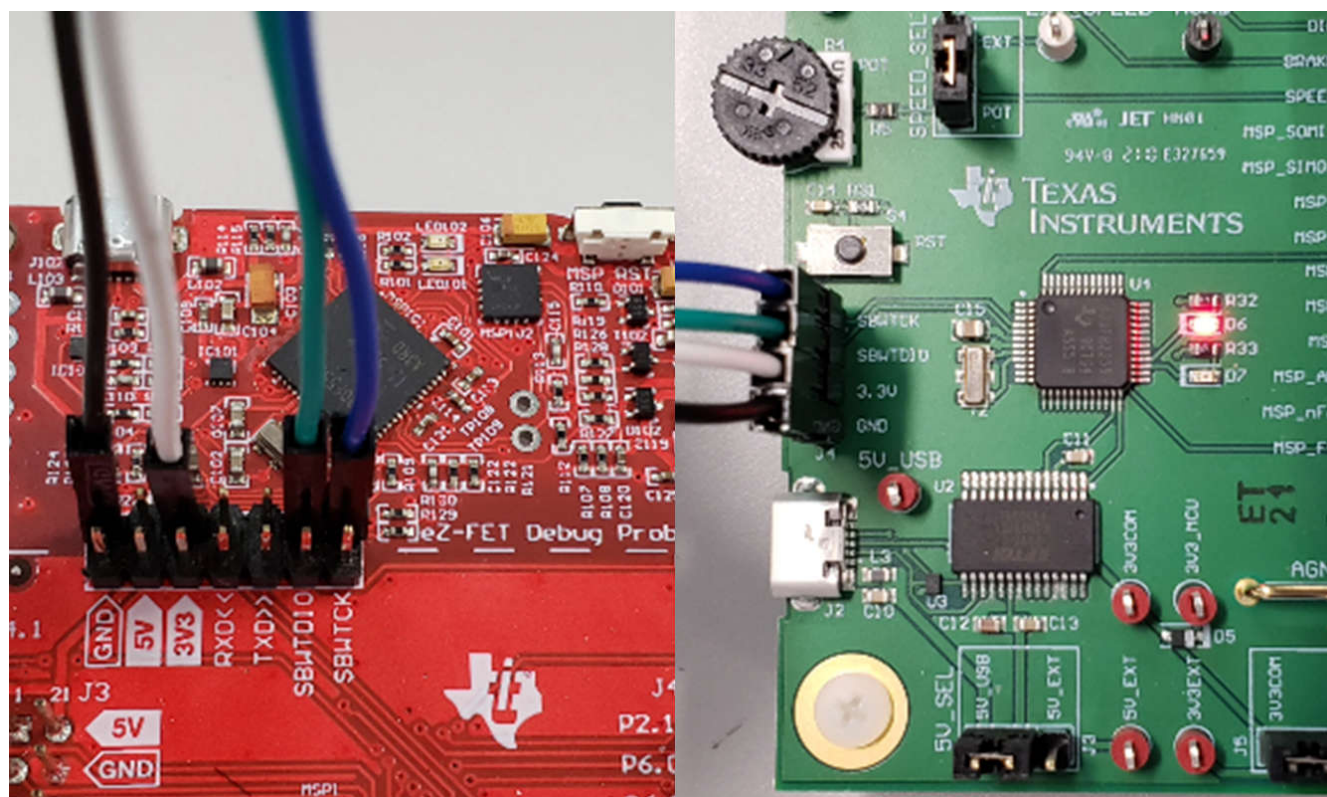

图 3-4. MSP430 LaunchPad eZ-FET 探针连接到 MCT8314ZEVM
2. 将 GND、3V3、SBWTCK 和 SBWTDIO 信号 LaunchPad eZ-FET 侧的顶部引脚连接到 MCT8314ZEVM 的 J4 上的相应引脚，如表 3-1 和图 3-4 所示。